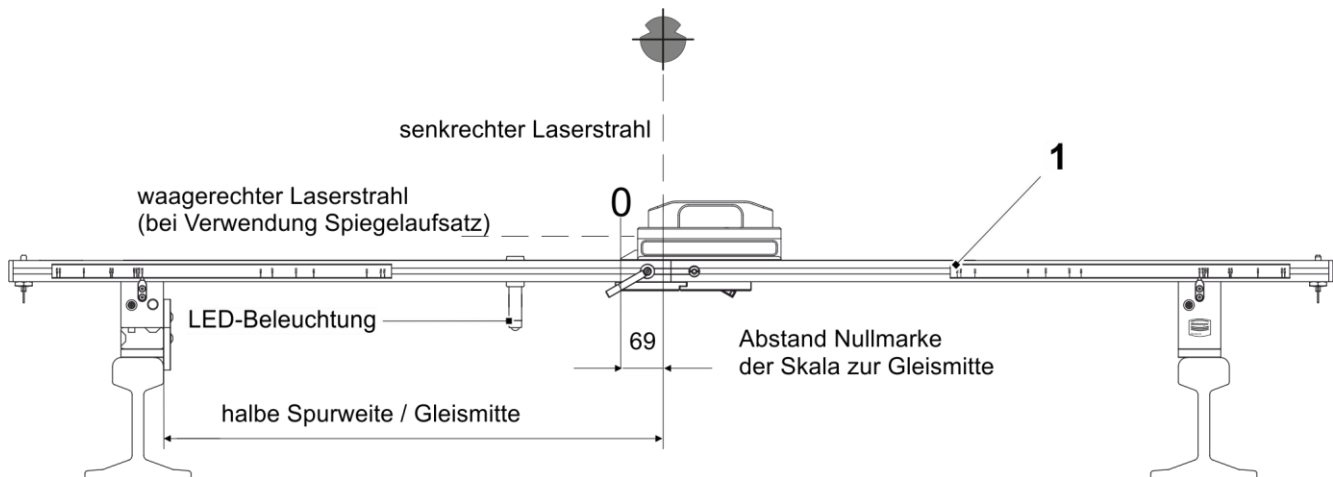

Abb. 8
- Messschiene (1, Abb. 8) rechtwinklig über das Gleis mit dem isolierten Anschlag an eine Gleisschiene anlegen.